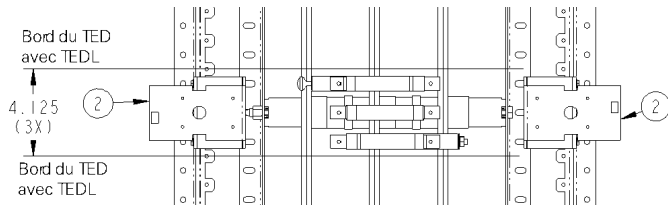

Figure 5a. Installation du support de montage.
5. **Installer le support de montage du disjoncteur** . Attacher le support de montage du disjoncteur [2] au rail du côté du panneau, utilisant les vis autotaraudeuses [1], comme montré aux Figures 5a et 5b. Serrer les vis autotaraudeuses à 30 po-lb.